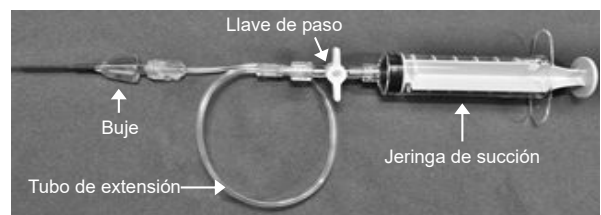

Figura 2: Montaje de Thrombuster II y del Kit de Jeringa (sin guía central)
- c) Fije el Kit de jeringa al buje de este catéter, tal y como se muestra en la Figura 2.